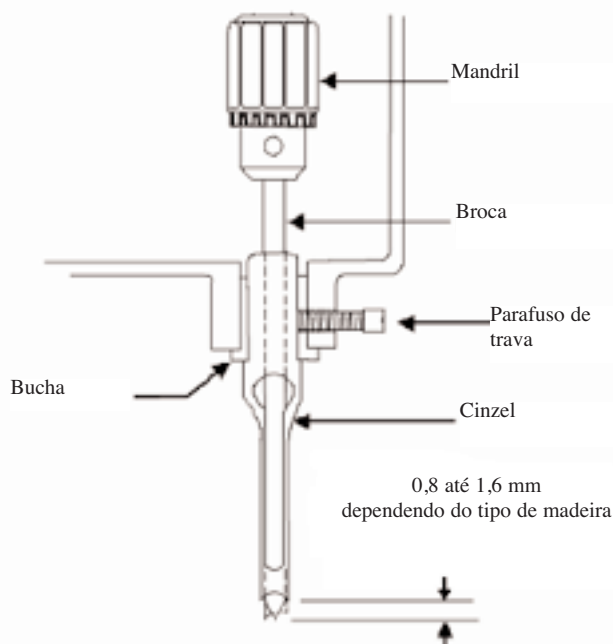

Figura 2
1. Solte o parafuso de trava indicado na figura 2.